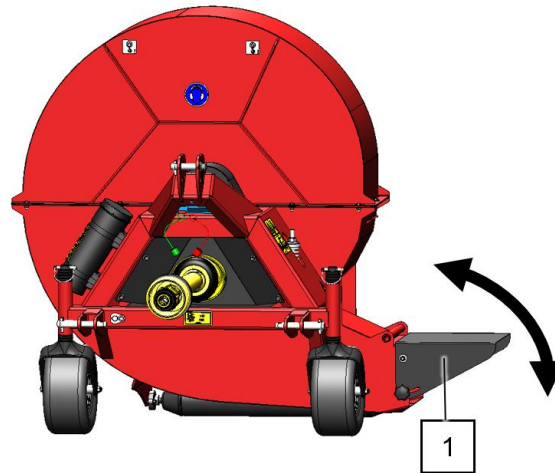

Abb. 10
Anstelle des Rücklaufstutzens kann auch die mitgelieferte Auslassklappe verwendet werden (1). Im Gegensatz zum Rücklaufstutzen ist nun nur noch auf einer Seite der Maschine ein Luftstrom möglich. Der Luftstrom in der vertikalen Ebene kann jedoch durch Einstellen der Auslassklappe reguliert werden (Abb. 10).